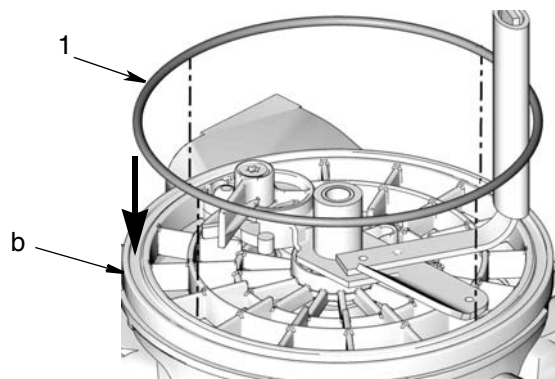

FIG. 10
1. Recubra la nueva junta tórica (1) con grasa (suministrada por el usuario).
2. Instale la junta tórica en la ranura del plato aplastador (b) (FIG. 10).